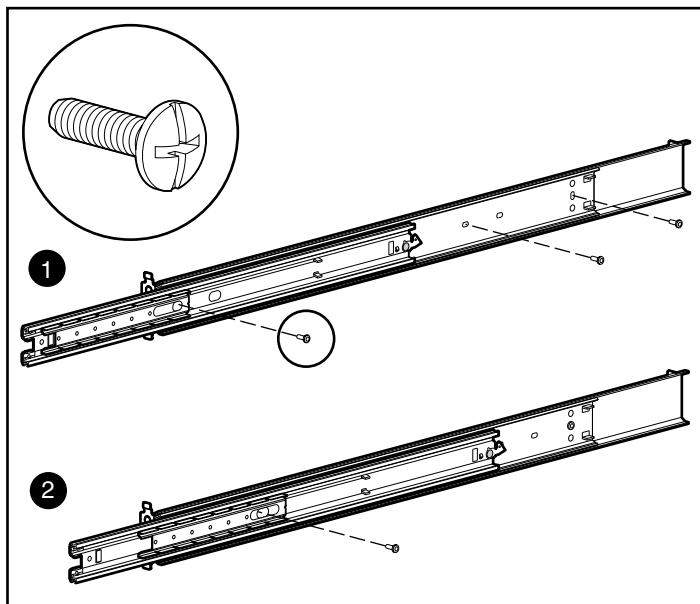

Figure 3-6 : Fixation du rail sur le support de montage
- a. La face avant du support de montage a des onglets d'alignement sur sa plaque de fixation. Voir la figure 3-6.
6. Fixez le rail de fixation sur le support de montage avec trois vis Phillips 8-32 x 3/8 (n'utilisez pas d'écrou ni de rondelle avec les vis). Voir ❶ dans la figure 3-6.
7. Ajustez la glissière interne pour accéder aux deux autres trous taraudés (un à la fois) en passant par la rainure. Utilisez deux vis Phillips 8-32 x 3/8 supplémentaires pour fixer le rail sur le support de montage. Voir ❷ dans la figure 3-6. Poussez le rail à l'intérieur pour accéder au cinquième trou (non illustré), et utilisez une vis Phillips 8-32 x 3/8 pour terminer.
REMARQUE : la figure 3-6 montre comment insérer les vis dans les trous du support de montage correspondants. Les vis s'aligneront sur les repères 24 pouces indiqués le long de l'un des bords du support de montage. Ces repères indiquent les trous de montage destinés aux glissières 24 pouces utilisées dans les racks Compaq. Les repères vingt-deux pouces sont indiqués le long du deuxième bord du support.